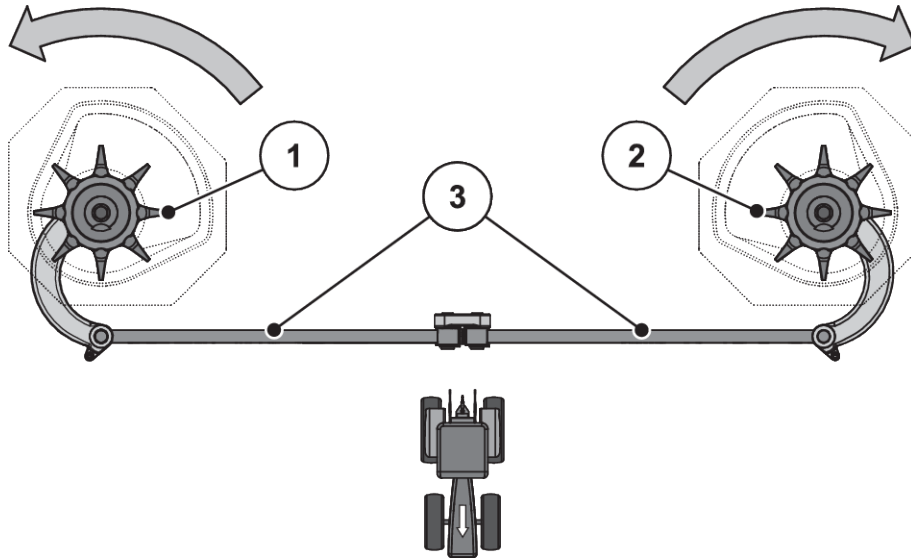

Abb. 81: Rührwerksantrieb prüfen
- Rührkopf von Hand **in die Drehrichtung der Wurfscheibe** drehen. Siehe *Abb. 81 Rührwerksantrieb prüfen*.
- Rührkopf von Hand oder mithilfe eines Ölfilterbandes kräftig **gegen die Drehrichtung der Wurfscheibe** drehen. Siehe *Abb. 81 Rührwerksantrieb prüfen*